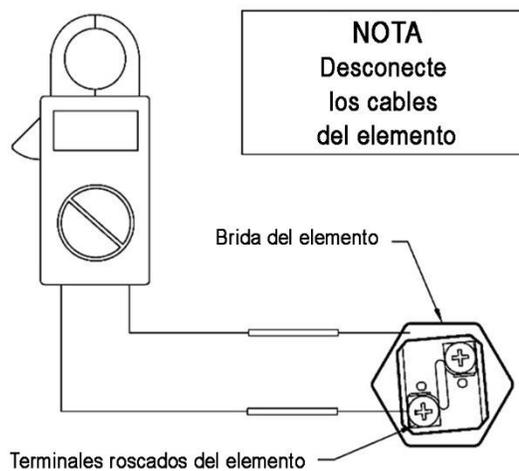

Ilustración 2
5. Coloque una sonda del multímetro en uno de los terminales roscados del elemento calentador y la otra en la brida del elemento (consulte la Ilustración 2). No debería haber ninguna lectura en el medidor de ohmios. Si hay una lectura, el elemento está conectado a tierra y debe reemplazarse. Repita este paso con el otro terminal roscado.